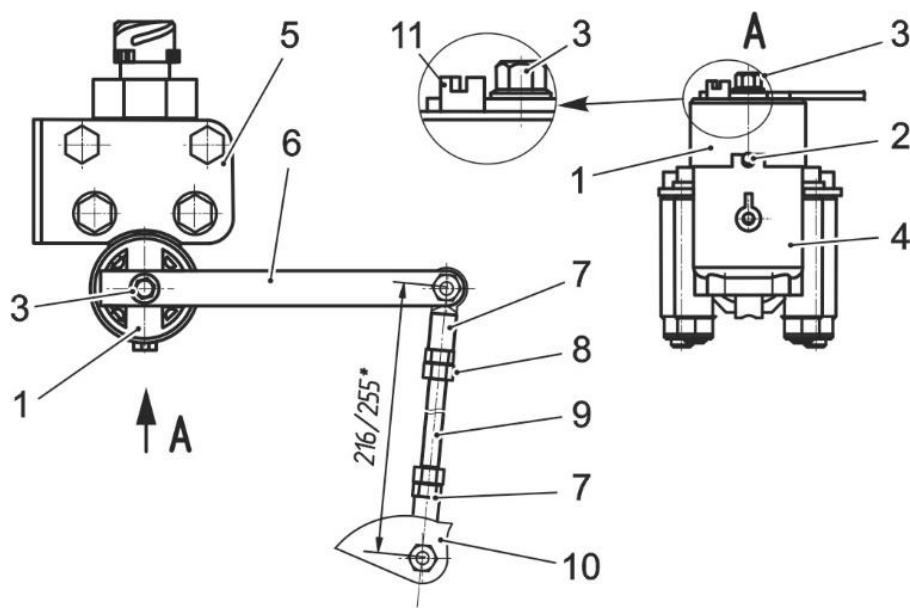

**Рис. 8.6 Регулятор положения кузова**
Датчик положения кузова предназначен для отслеживания положения кузова относительно дороги. Корпус 4 (рис. 8.6) датчика крепится к кузову автобуса. Тяга привода 9, соединенная с рычагом 6 датчика регулятора, крепится к кронштейну моста 10.
3. Отсоединить наконечник тяги 9 (рис. 8.6) от рычага 6. Совместить отверстия 2 в роторе и корпусе датчика положения кузова. Ориентировать выступы 11 ротора датчика как показано на рис. 8.6.